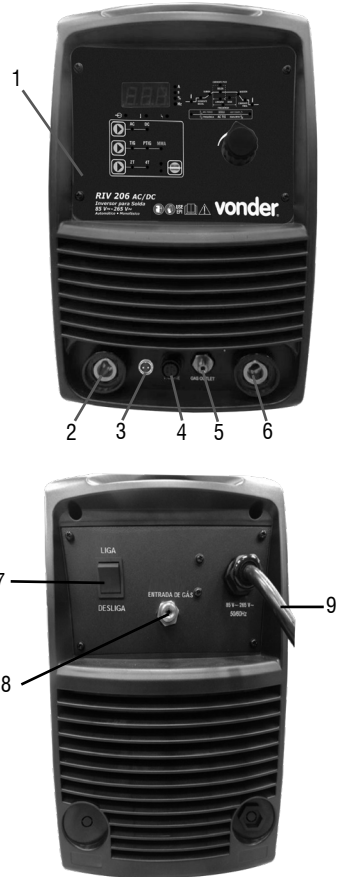

Figura 1 – Componentes
- Coloque la manguera de gas en la conexión de entrada de gas (posición 8 - Figura 1);
Instale el cable de trabajo en el terminal de salida positivo (posición 2 - Figura 1).
- Coloque el conector rápido de la antorcha en el terminal de salida negativo (posición 2 - Figura 1) y luego gire el conector en sentido horario;
- Conecte el cable de control de la antorcha al conector (posición 3 - Figura 1);
- Conecte la manguera de gas de la antorcha a la conexión de salida de gas (posición 5 - Figura 1);
Encienda el equipo a través del interruptor de encendido / apagado (posición 7 - Figura 1);